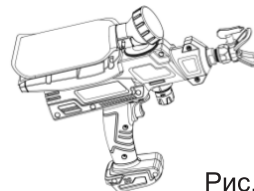

Рис. 8
2. Прикрепите мягкий пакет с жидкой краской к распылителю (рис. 8).